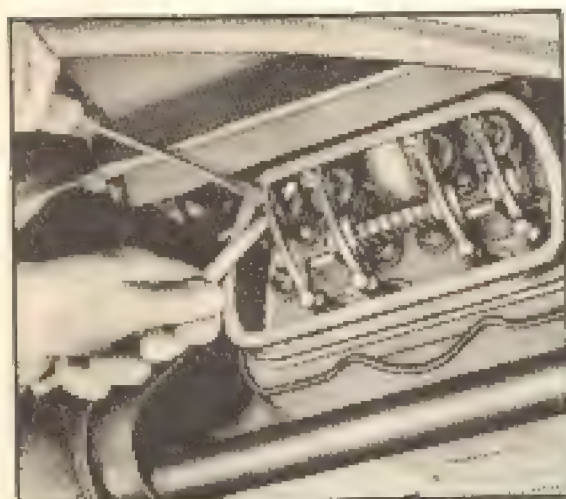

Fig. 2-F — Modo de se regular a folga da válvula.
4) — Coloca-se a lâmina na folga e, com uma chave de boca, solta-se levemente a contra-porca (Figs. 2 e 3-F). Atua-se sobre o parafuso de regulagem até que a folga atinja a espessura da lâmina. Aperta-se então a contra-porca para fixação da regulagem. Regulam-se ambas as válvulas.